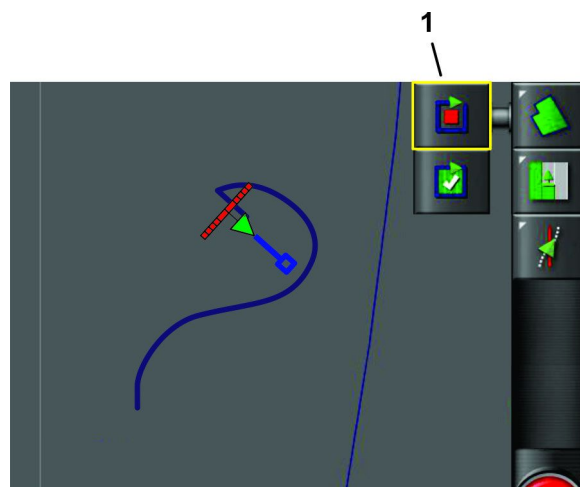

図 43
3. マシンを開始位置に合わせる図 43。
4. 現場境界記録アイコンを押すと記録が再開され、運転を続ければ境界線が記憶されていく図 43。